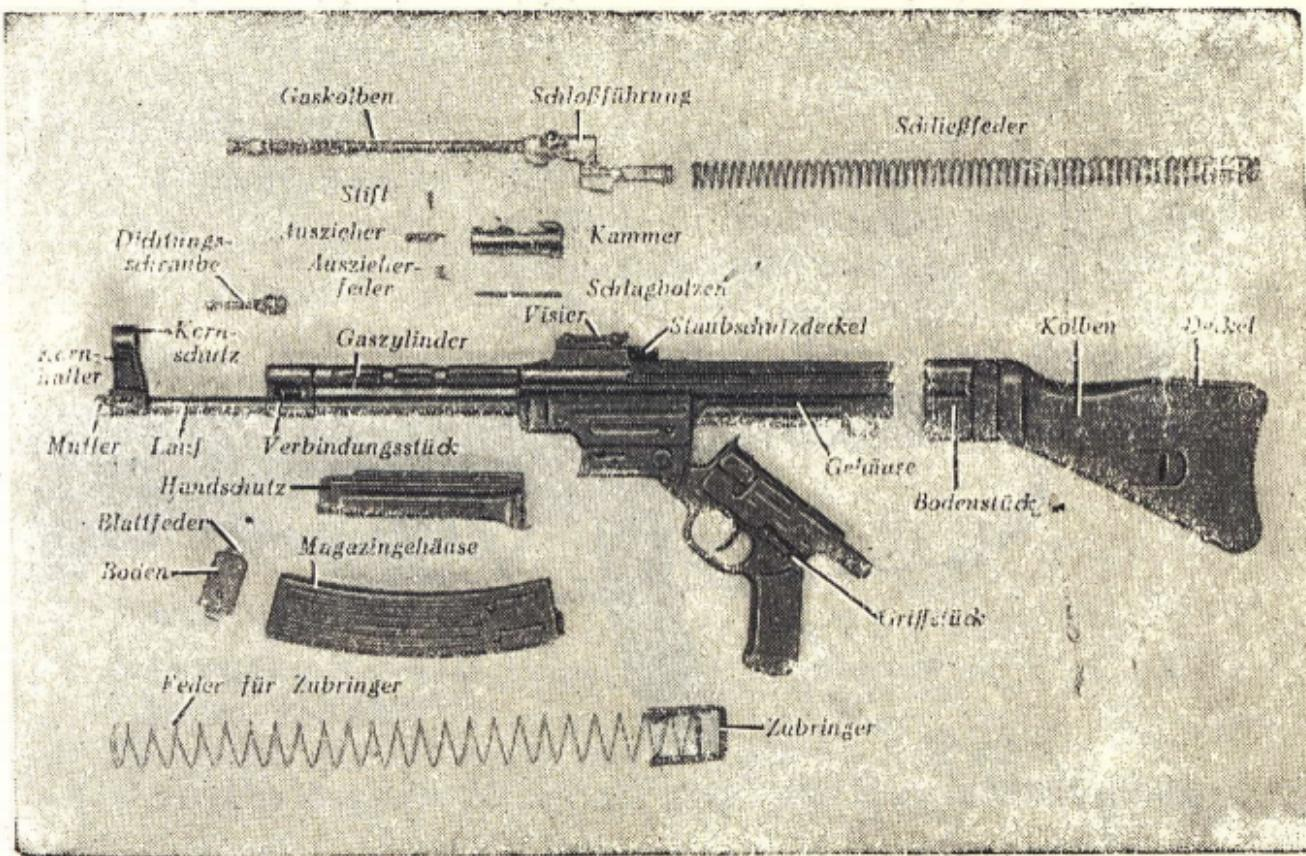

Bild 2: StG 44 und Magazin, zum Reinigen auseinandergezogen
16. Auseinandernehmen und Zusammensetzen (Bild 2)